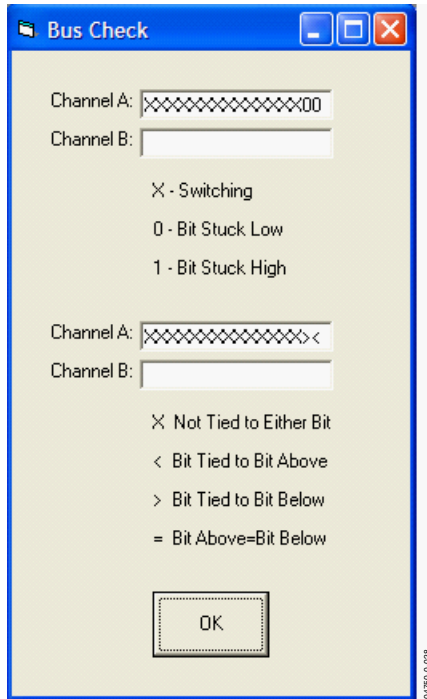

図18. 12ビットADCのバス・チェック
8. **Analyze>Bus Check**オプションを使用し、すべてのデータビットの切り替えが行われていることを確認します。図18は、14ビットのシングル・チャンネルA/Dコンバータ、AD6645の例を示したものです。注：左端のビットがMSBです。